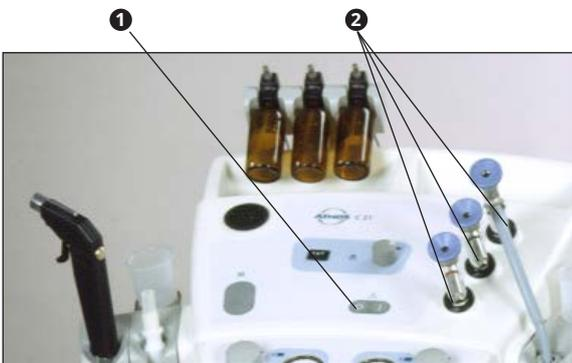

Bild 26. Optikerwärmung
- Optikerwärmung wird bei Betätigen des Hauptschalters (①, Bild 26) eingeschaltet.